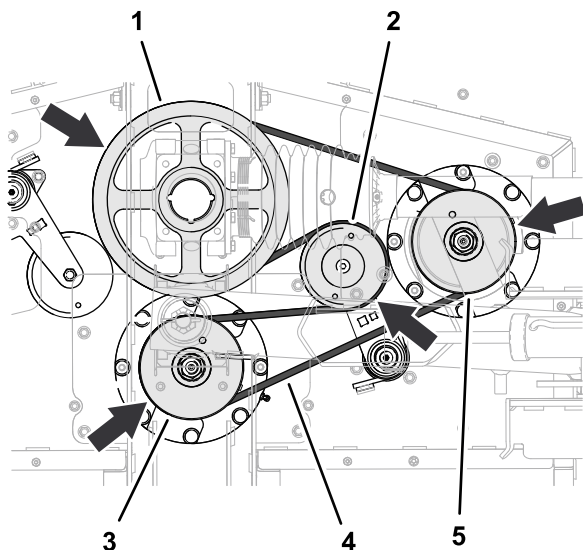

Рисунок 62
1. Проложите длинный ремень вокруг ведущего шкива, верхней канавки шкива среднего шпинделя и шкива правого шпинделя (Рисунок 62).
2. С помощью монтировки или аналогичного инструмента поверните натяжитель ремня против часовой стрелки и наденьте ремень поверх шкива натяжителя (Рисунок 62).